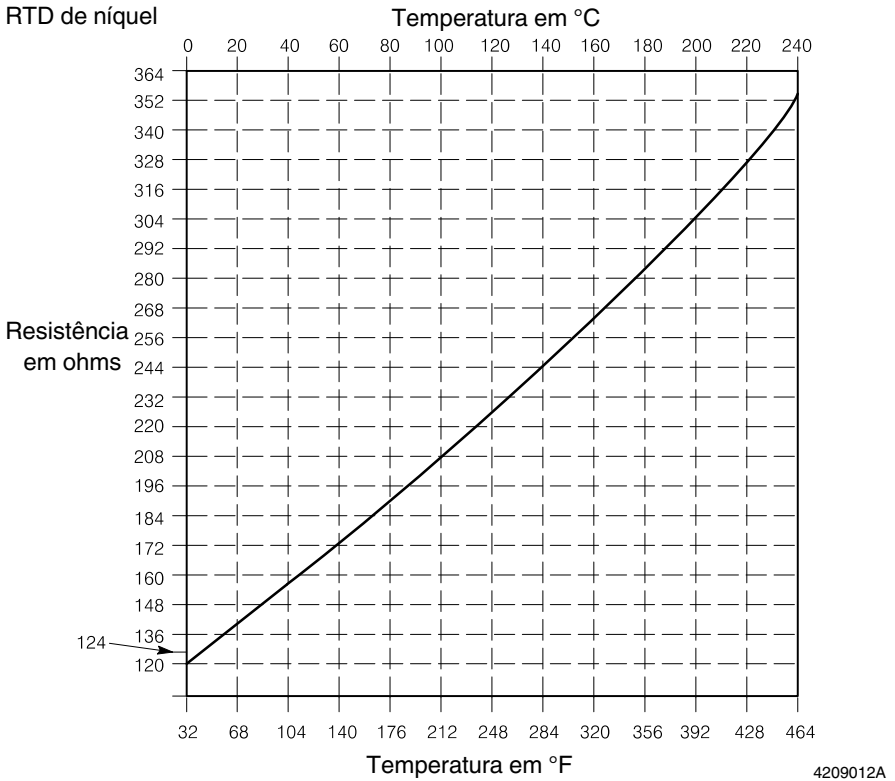

Figura 15: Resistência do RTD em função da temperatura
5. Consulte a figura 15 para determinar a resistência esperada para o RTD para uma determinada temperatura. Compare os valores de resistência esperados e medidos: